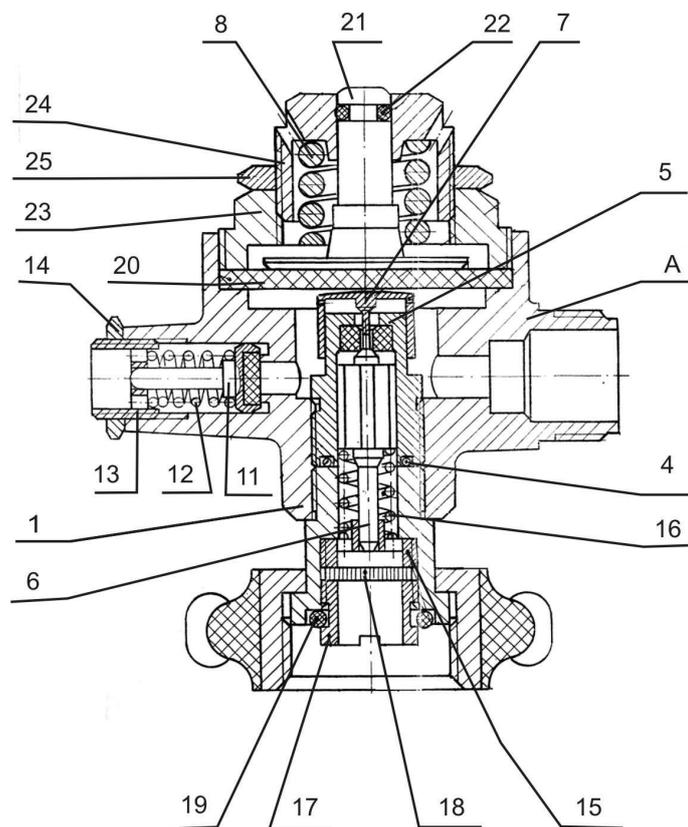

Рис.2.
2. Установите правильную последовательность работы элементов редуктора воздушно-дыхательного аппарата, изображённого на рис. 2, при его эксплуатации.